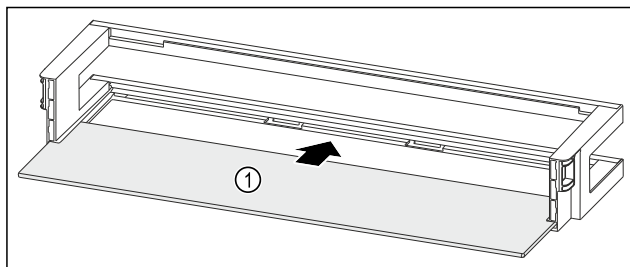

Fig. 102 Balconcino controporta con ripiano
- Inserire il ripiano Fig. 102 (1) negli incavi laterali.